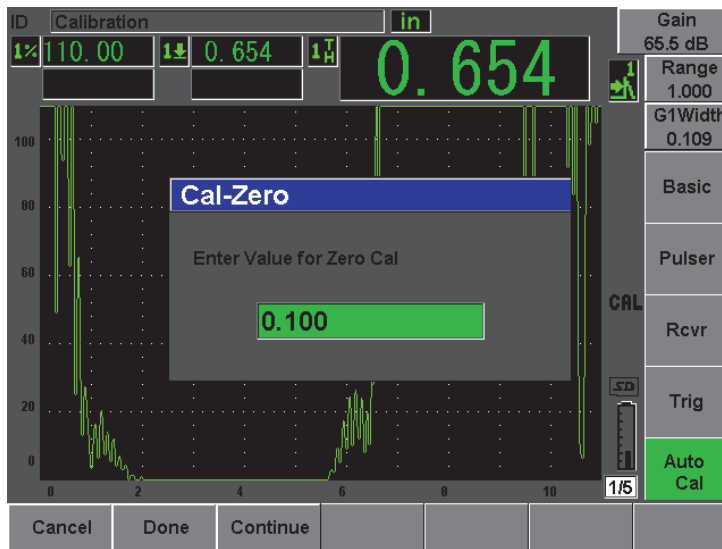

Figura 10-11 Inserindo o valor da espessura da calibração de zero
10. Uma vez que uma leitura constante é obtida, seleccione **Auto Cal > Cal-Zero**. A tela congela e a caixa de texto **Cal-Zero** aparece (veja Figura 10-11 na página 172).